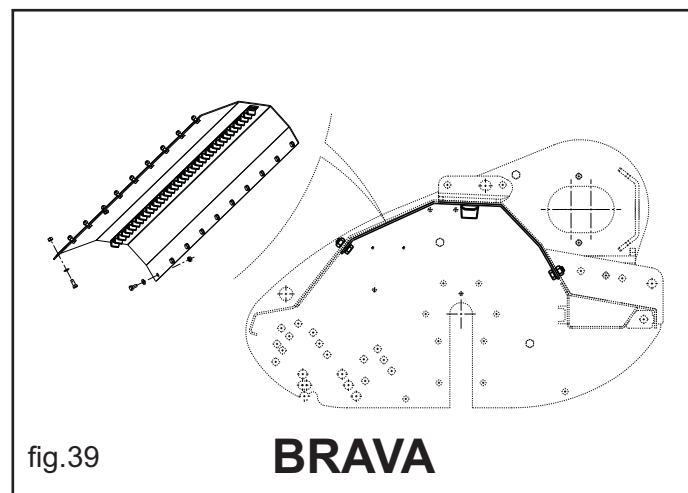

fig.39
- Liberati i fori, procedere al fissaggio del kit, assicurandolo con gli appositi dadi e viti. (Vedi fig.39). Fare attenzione nel disporre le viti con la testa verso l'interno.